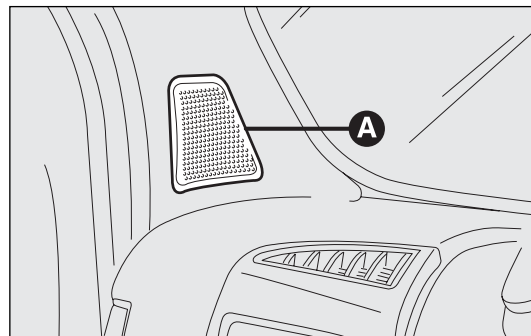

fig. 137
- 2 tweeters A placés sur les montants AV (puissance 30 W maximum chacun) fig. 137;